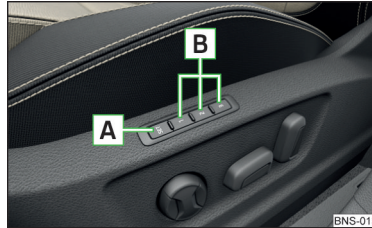

Abb. 71
Unter den Speichertasten **B** am Fahrer- bzw. Beifahrersitz kann jeweils eine Einstellung der jeweiligen Fahrersitz- und Außenspiegelposition gespeichert werden » Abb. 71.
- ▶ Die Taste **SET A** » Abb. 71 drücken und anschließend innerhalb von 10 s die gewünschte Speichertaste **B** drücken. Das Speichern wird mit einem akustischen Signal bestätigt.
- ▶ Die Zündung einschalten und die gewünschte Speichertaste **B** » Abb. 71 drücken.